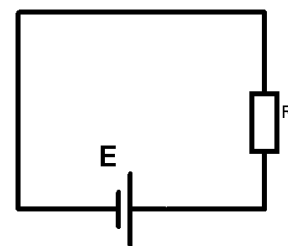

Рис.2
Поясним запись формулы (4). Пусть резистор R подключен к источнику постоянного напряжения, например батареи E (рис. 2). В течение времени T , равное периоду переменного напряжения в нем выделится количество теплоты равное: